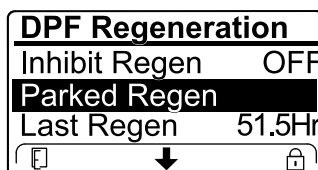

Figura 41
- Se o computador do motor pedir uma regeneração de recuperação ou se estiver a processar uma regeneração de recuperação e percorrer a opção REGENERAÇÃO EM ESTACIONAMENTO, a regeneração em estacionamento bloqueia e o ícone de bloqueio (Figura 41) surge no canto inferior direito do InfoCenter.